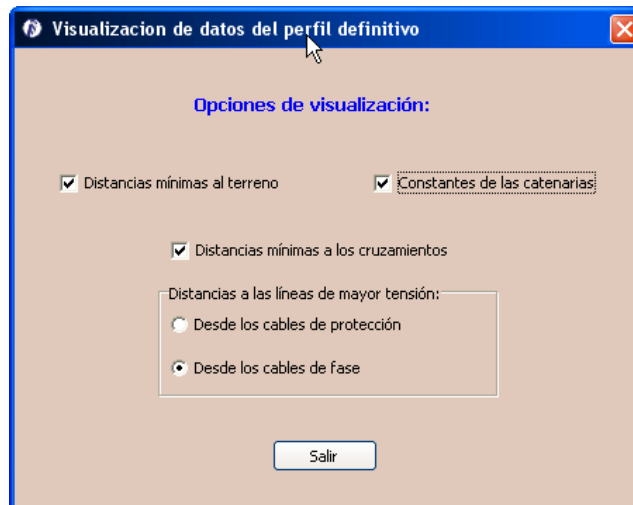

Figura 6.3. Opciones de visualización
- Botón *visualización* (Figura 6.3), tenemos las opciones de: